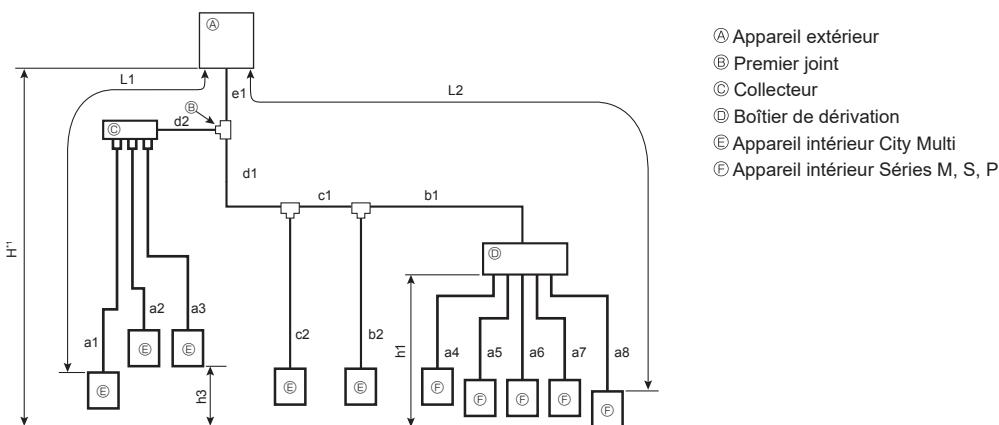

Fig. 4-6 (a)
4.1.3. Système mixte (appareils intérieurs City Multi et appareils intérieurs Séries M, S, P (connexion via boîtier de dérivation)) (Fig. 4-6)